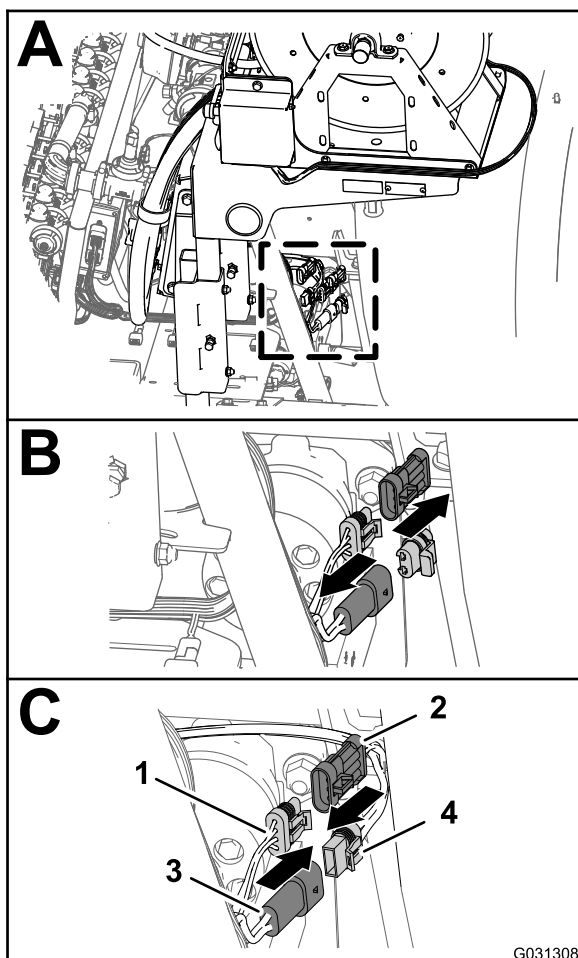

Figura 145
- Nella parte posteriore della macchina, individuate il cablaggio preassemblato per il kit avvolgitubo elettrico nella parte posteriore del serbatoio dell'irroratrice (A della Figura 145).
2. Rimuovete il tappo dal connettore a 2 pin del cablaggio principale posteriore per l'alimentazione dell'avvolgitubo (B nella Figura 145).
3. Collegate il connettore a 2 prese del cablaggio dell'avvolgitubo elettrico nel connettore a 2 pin del cablaggio principale posteriore (C nella Figura 145).
4. Rimuovete il cappuccio dal connettore a 3 prese del cablaggio principale posteriore per l'interconnessione del cablaggio di irrorazione (B nella Figura 145).
5. Collegate il connettore a 3 pin del cablaggio dell'avvolgitubo elettrico nella presa a 3 pin del cablaggio principale posteriore (C nella Figura 145).